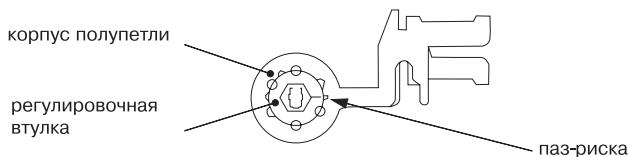

Рисунок 18
Конструкция петель позволяет устанавливать корпуса полупетель в четырех фиксированных положениях. Для удобства, на торцах регулировочных втулок нанесены маркировочные буквенные знаки (рисунок 18).
- поворачивая регулировочную втулку при помощи шестигранного ключа, установить ось в необходимое положение. Маркировочный буквенный знак должен быть совмещен с треугольным пазом-риской на корпусе полуilletи (рисунок 18);